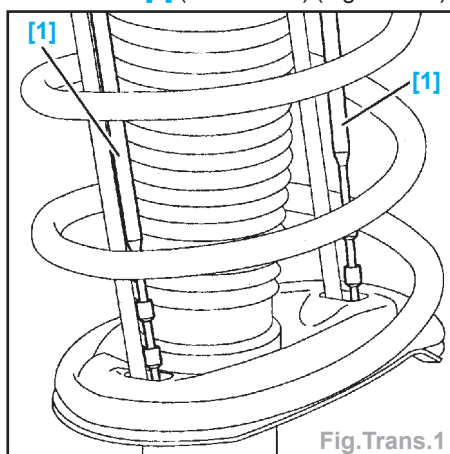

Fig.Trans.1
- Mettre en place les tiges de maintien des ressort [1] (réf. 0918-Z) (Fig.Trans.1).
- Déposer les tiges de maintien des ressorts [1] (Fig.Trans.1).